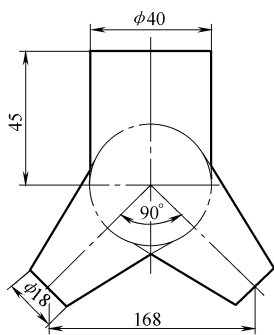

图 2-21
9. 图 2-21 所示为圆管与圆锥管相贯构成三通，划出其相贯线并展开。